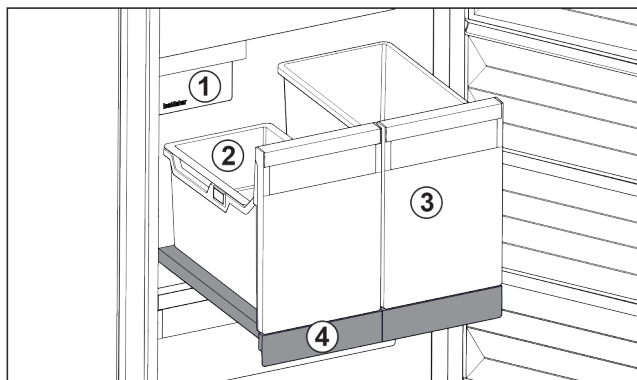

Fig. 83 Vysouvací přihrádka s IceTower
- (1) IceMaker
- (2) Závěsná miska pro kostky ledu
- (3) Nádoba např. pro pizzu, alkoholické nápoje
- (4) Vysouvací přihrádka
Na vysouvací přihrádce jsou dvě vysoké nádoby (IceTower). V nádobě Fig. 83 (2) se shromažďují a skladují kostky ledu z IceMaker. Nádoba Fig. 83 (3) se hodí pro skladování vysokých potravin jako pizzy nebo alkoholické nápoje.